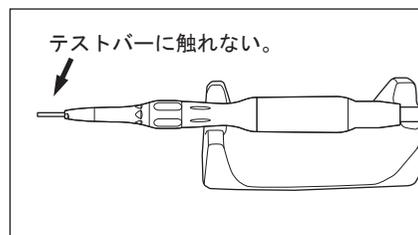

図17
- 5) テストバーに何も触れない状態にして、システムキーを押します。動作開始の告知音の後、自動的に回転を始めてキャリブレーションが行われます。（図17）